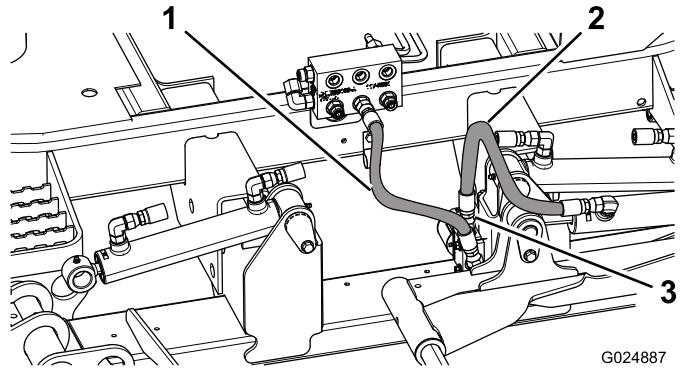

Figura 4
8. Disponete e montate l'estremità del flessibile scollegata dal raccordo del collettore di giunzione sul raccordo superiore (diritto) sul collettore di blocco del piatto di taglio (**Figura 4**).
9. Disponete e montate il nuovo flessibile sul collettore di giunzione e sul raccordo del collettore di blocco del piatto di taglio a 90 gradi (**Figura 4**).